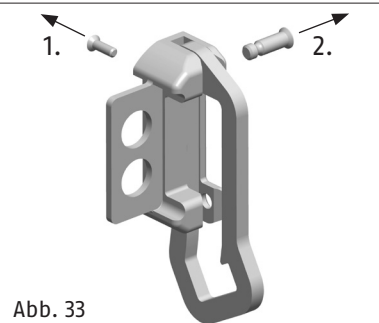

Abb. 33
2. Der Schließkasten ist für DIN rechte Türen vormontiert. Bei DIN linken Türen muss der Sperrbügel gemäß (Abb. 33) umgelegt werden.